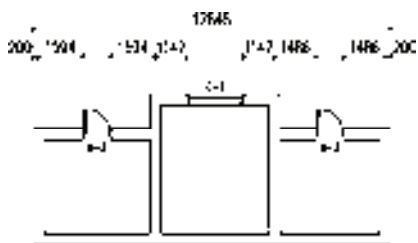

图9-67 打开素材
1) 按〈Ctrl+O〉组合键, 打开配套光盘提供的“第9章/9.2.5 连接尺寸.dwg”素材文件, 结果如图9-67所示。